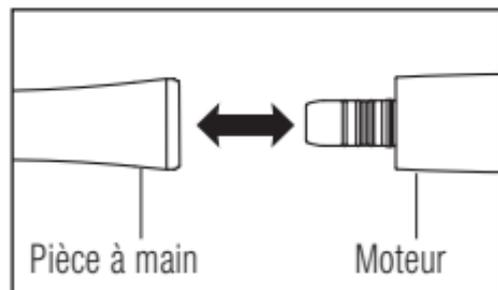

Fig. 5
- 1 Insérez la pièce à main directement dans le moteur (Fig.5).